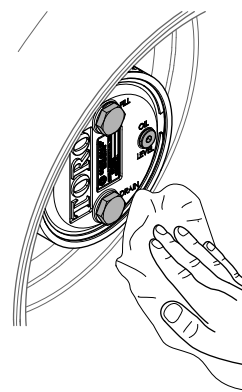

Figura 108
- Pulite l'alloggiamento degli ingranaggi planetari e la scatola del freno (Figura 108).